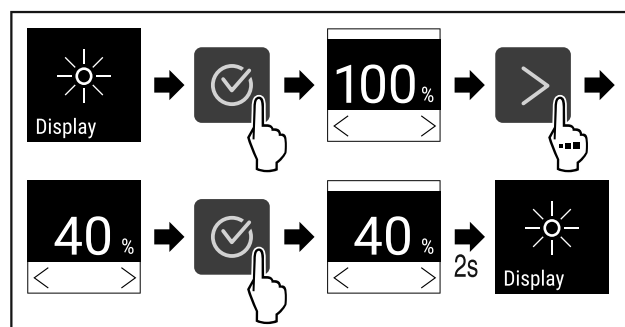

Fig. 77
- ▶ Udfør handlingstrinene (se Fig. 77).